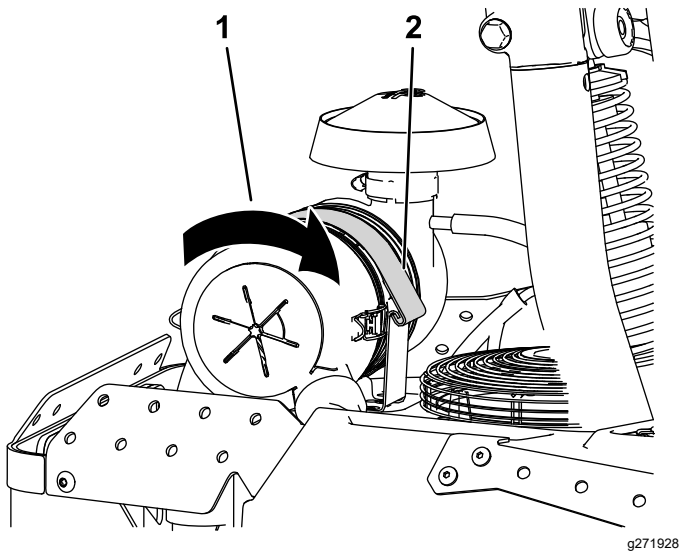

Figura 19
1. Rimuovete il gancio del filtro dell'aria e ruotate il filtro in avanti in modo che vi sia spazio sufficiente per l'installazione del coperchio del cesto di raccolta (Figura 19).
4. Riportate, ruotandolo, il filtro dell'aria nella sua posizione originale e montate il gancio (Figura 19).